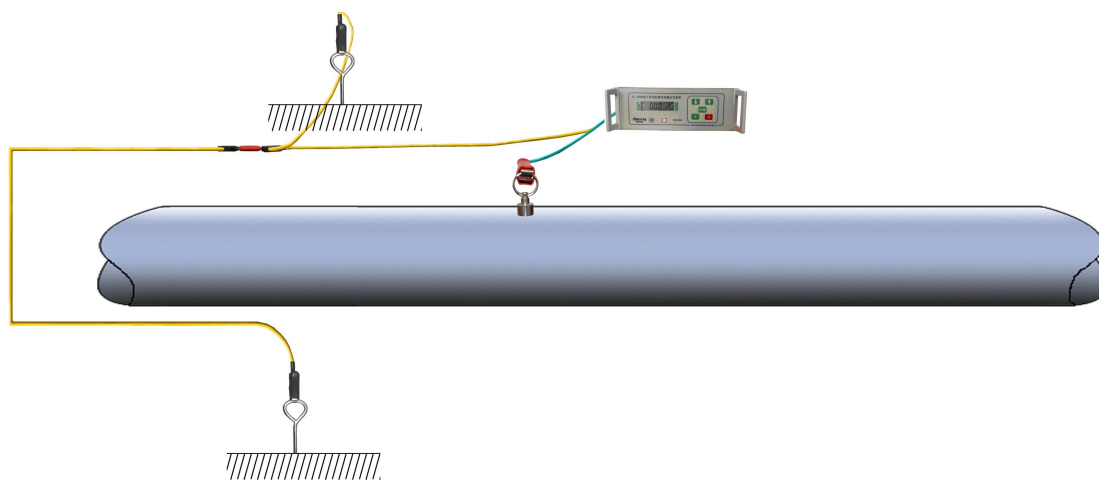

图5 双边接地示意图
(2) **双边接地：**即发射机接地线引出两根，分别接入到管线两边的大地中，此种方法磁场分布对称，探管、测探都很准确，但要检查两边的接地效果是否一致，方法是按**测量**键，观察一边的接地电阻时，将另一边接地线断开。观察另一端接地电阻时也是一样，两边接地电阻相等，效果才一样。接地电阻不等时，通过打深或拔浅接地棒，也可通过浇水的办法，使两边接地效果相等。（见图 5）